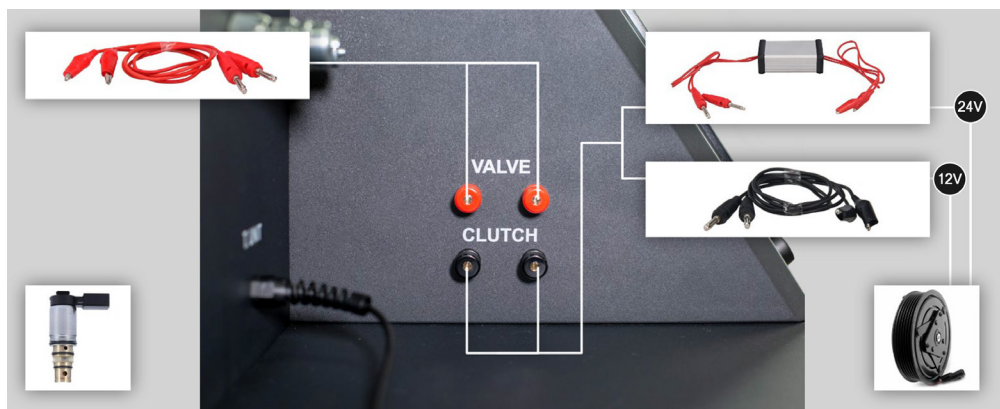

Рисунок 26. Подключение кабелей и адаптера MS122 к разъёмам стенда «Clutch» и «Valve»
6.2. Если компрессор в своей конструкции содержит муфту с напряжением питания 24В, то её диагностику проводим согласно пункта 6.1. А при дальнейшей диагностике компрессора муфту необходимо подключить к стенду через приставку MS122 (см. рис. 26).